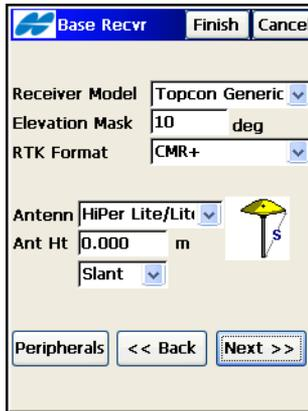

Abbildung 4-7. Basisempfänger konfigurieren
1. Legen Sie die Parameter für den Basisempfänger fest (Abbildung 4-7) und tippen Sie auf **Weiter**: